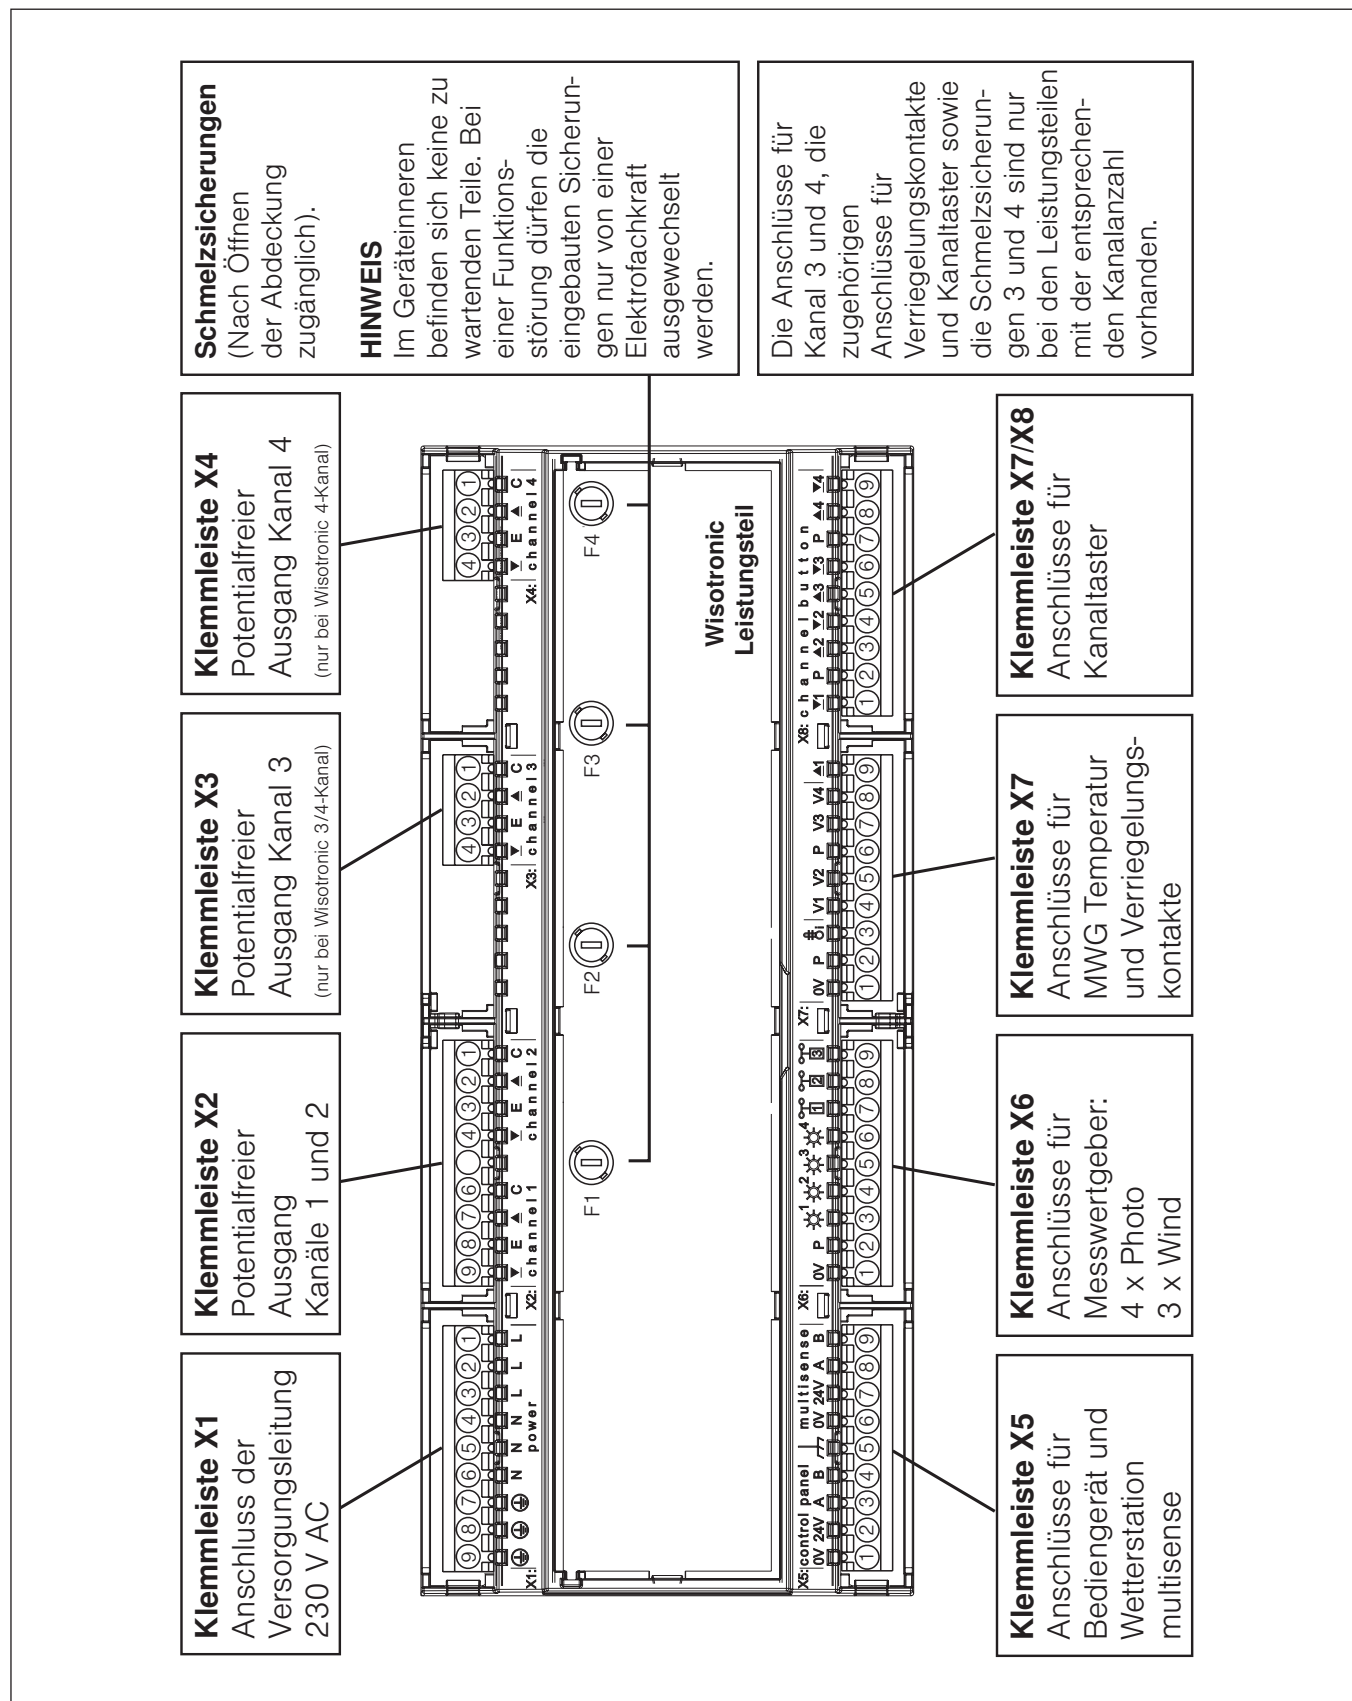

Abb. 18 Anschlussklemmen des Leistungsteils
6.3.1 Anschlussklemmen des Leistungsteils	Abb. 18 auf Seite 38